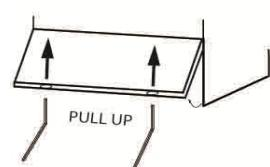

Abb. 8
- 1- Entnehmen Sie die Frontplatte mithilfe eines Innensechskantschlüssels oder Ähnlichem, indem Sie es in die entsprechenden Öffnungen einführen und die Platte nach außen ziehen. Bei Durchschub-Modellen, schrauben Sie die Schrauben an der Unterseite der Platte ab. (Abb.8)
Die Einstellung der Dosiereinrichtung erfolgt mithilfe der Schraube, die nach Demontage der Frontplatte unter der Beckentür zugänglich ist. (siehe Abb. 8)
Die Einstellung der Dosiereinrichtung erfolgt mithilfe der Schraube, die nach Demontage der Frontplatte unter der Beckentür zugänglich ist (siehe Abb. 8)